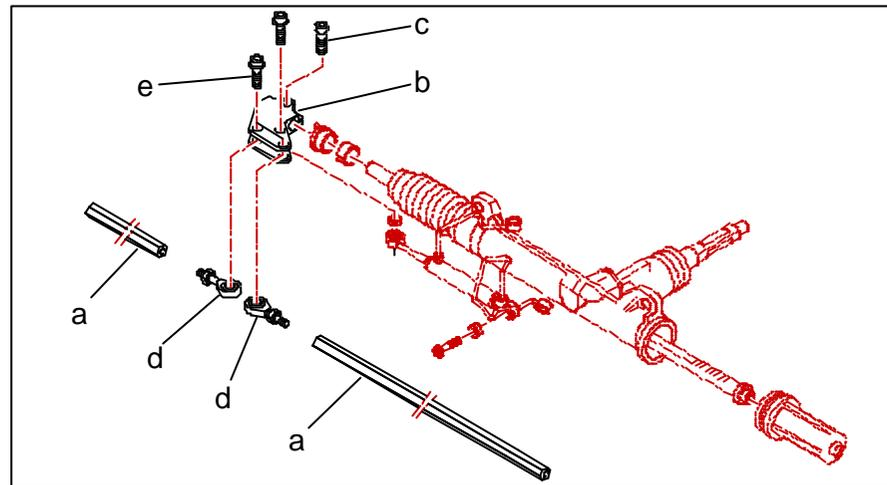

Fig.2
☞ Conserver les barres de direction actuelles (Rep. **a**, Fig. 2) en les modifiant de la façon suivante :
☞ Fixer sur le barreau de direction la nouvelle chape de direction (Rep **b**, Fig. 2) à l'emplacement d'origine à l'aide de la vis de série (Rep **c**, Fig. 2).
- ☞ Fixer les rotules (Rep. **d**, Fig. 2), fournies dans le kit sur les barres de direction.
- ☞ Fixer les barres de direction sur la chape à l'aide des vis et écrous (Rep. **e**, Fig. 2) fournis dans le kit